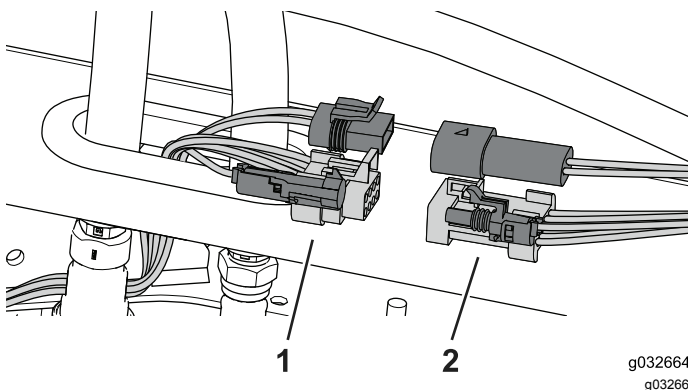

Figura 108
3. Desligue a cablagem da máquina da cablagem da cabina (Figura 108).